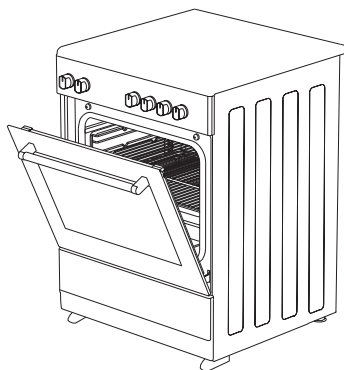

Рис. 7
3. Поместите защитную панель под панелью управления, открыв переднюю стеклянную крышку духовки. (рисунок 7)